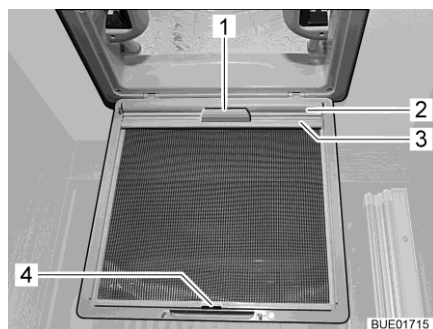

Bild 92 Mörklägningsrullgardin
- Drag ut mörklägningsrullgardinen (Bild 92,2) med handtaget (Bild 92,1) och haka i fästlisten (Bild 92,3) i kroken (Bild 92,4) på insektsskyddet.
- Lossa fästlisten (Bild 92,3) från kroken (Bild 92,4) och dra långsamt tillbaka mörklägningsrullgardinen (Bild 92,2) med handtaget (Bild 92,1).